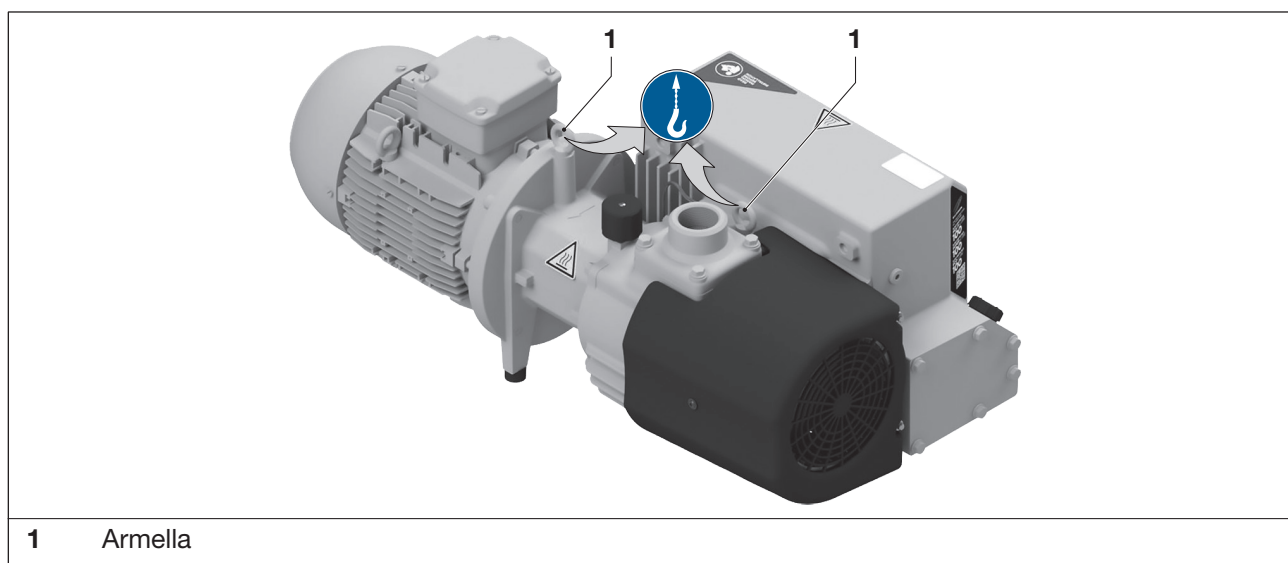

Fig. 1 Dispositivos para la elevación y el transporte
- b) Apretar bien las armellas (Fig. 1/1).